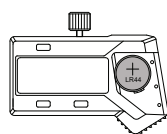

fig.2
- Coloque la pila SR44 o LR44 en el compartimento, con el polo positivo (+) hacia fuera (fig. 2).